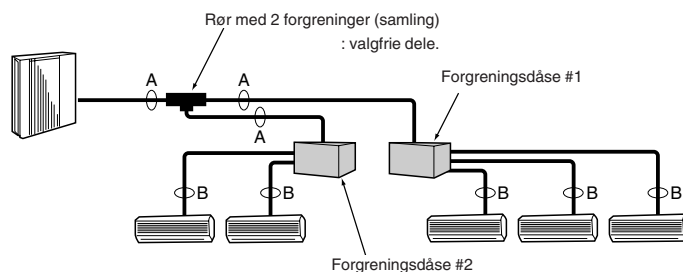

Fig. 5-2
5.4. Valg af rørstørrelse (Fig. 5-2)